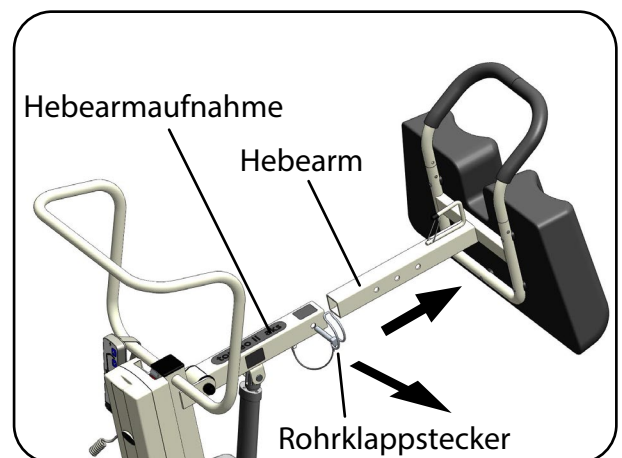
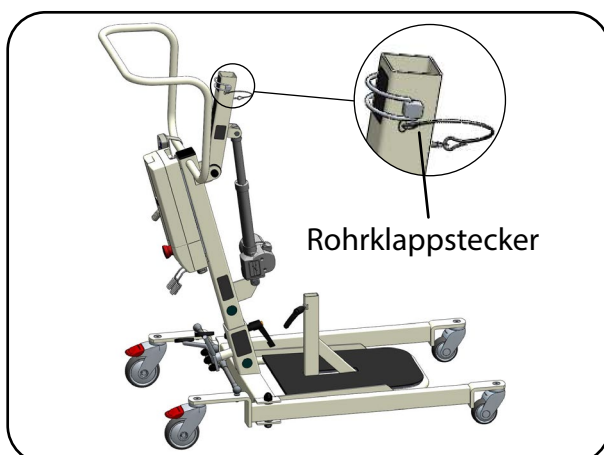

Abb.13.2.02 – Hebearm Demontage
Abb.13.2.03 – verschlossener Rohrklappstecker
4. Öffnen Sie den Rohrklappstecker der den Hebearm in der Hebearmaufnahme sichert und entfernen Sie den Hebearm (Abb. 13.2.02). Positionieren Sie den Rohrklappstecker wieder in der Hebearmaufnahme und verschließen Sie ihn (Abb. 13.2.03).
5. Klappen Sie den Hebearm in die oberste Position (Abb. 13.2.03).